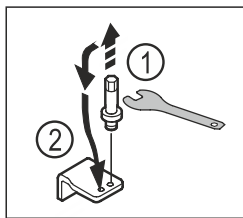

Fig. 22
- ▶ Indsæt boltten på den modsatte side. Fig. 22 (2)